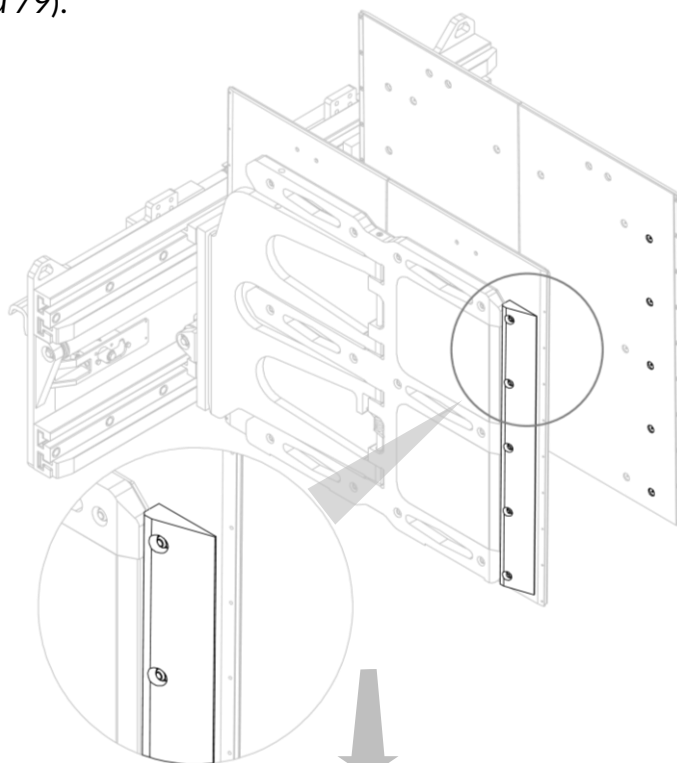
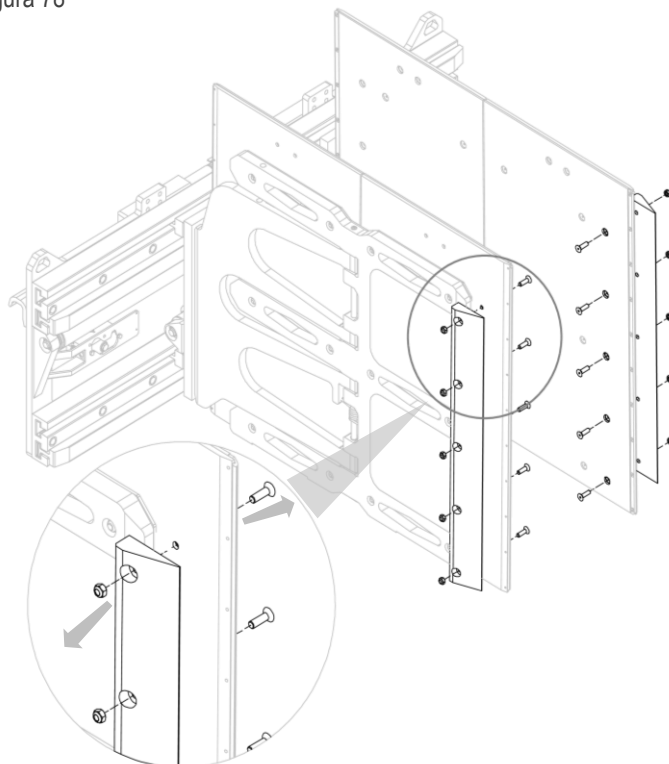

Figura 78
Figura 79
2. Rimuovere le punte di protezione in Ertalon dopo aver rimosso relativi dadi e viti (vedi *Figura 78* e *Figura 79*).